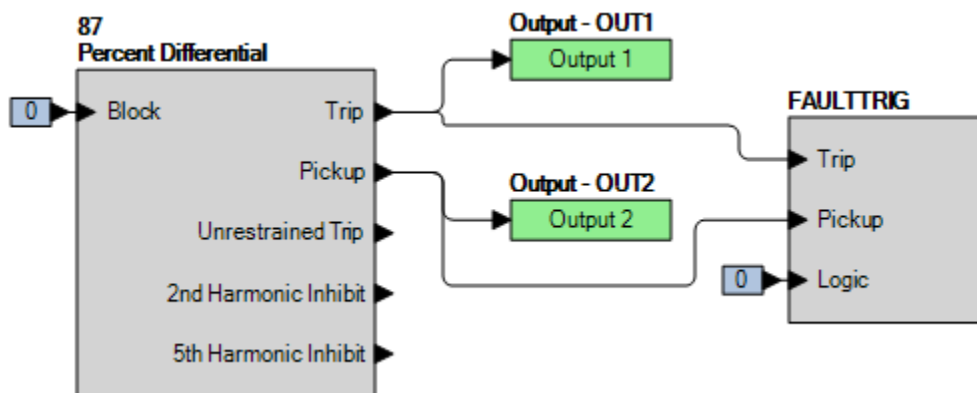

Figure 76-1. Paramètres BESTlogicPlus (87R)
Étape 2 : Utilisez BESTCOMSPlus pour configurer la Logique programmable BESTlogicPlus illustrée dans la Figure 76-1.
Étape 3 : Préparez la surveillance de l'exécution de la fonction 87R. Cette exécution peut être vérifiée en surveillant la sortie OUT2 (voir Figure 76-1).
Étape 2 : Utilisez BESTCOMSPlus pour configurer la Logique programmable BESTlogicPlus illustrée préalablement dans la Figure 76-1.
Étape 1 : Utilisez BESTCOMS*Plus* pour vérifier les paramètres de fonctionnement indiqués dans le Tableau 76-1 (Maximum) ou 2 (Moyenne) et la logique indiquée dans la Figure 76-1. Réinitialisez toutes les cibles.